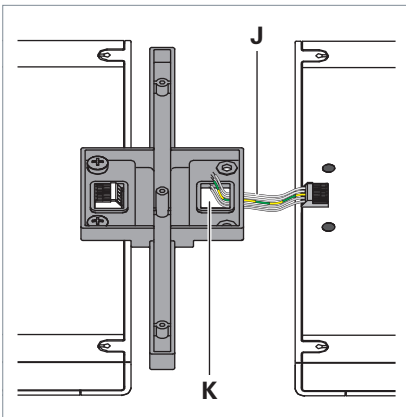

Fig. 14: Poser le câble.
- ▶ Faites passer le câble J du luminaire à relier en chaîne par le bas à travers l'évidement K sur l'élément de liaison du dernier luminaire monté, voir Fig. 14